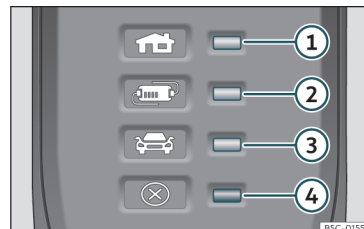

Fig. 208 En el cable de carga para tomas de corriente: Testigos de control en el dispositivo de protección.
»» fig. 208:
El dispositivo electrónico de protección »» fig. 208 hace que el conector de carga
Uno o varios testigos de control >>> **fig. 208**
Indicación >>> fig. 208	Significado
Si el testigo de advertencia ④ rojo parpadea o se enciende sin que se encienda a su vez de forma permanente un testigo de control >>> **fig. 208** ①, ② o ③ el indicador de funcionamiento, hay una avería.